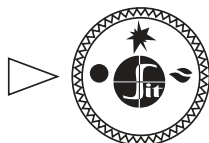

Рис. 8.
- 7.2. В исходном (выключенном) положении ручка управления не ходит в положение «точка» (рис. 8). Пилотная и основные горелки погашены (под действием газа они заблокированы).